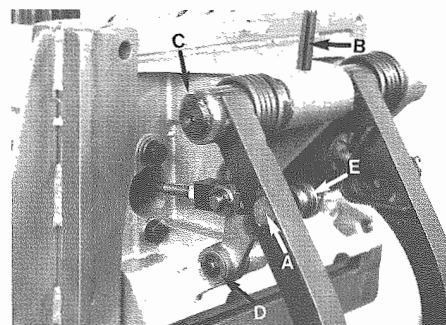

Fig. 2 - A - Perno - Pin
- Togliere la copiglia E ed estrarre il perno A sul pedale (**Fig. 2**).
- Estrarre la spina elastica B (**Fig. 2**).
- Rimuovere l'anello Seeger C e la rondella ed estrarre il pedale (**Fig. 2**).
- Smontare il leveraggio comando D (**Fig. 2**). Controllare lo stato della boccia a rulli.
- Remove clip E and take out pin A on pedal (**Fig. 2**).
- Remove spring pin B (**Fig. 2**).
- Remove circlip C and washer and take out pedal (**Fig. 2**).
- Disassemble control linkage D (**Fig. 2**). Check conditions of roller bush.
- Estrarre la spina elastica B (Fig. 2).
- Rimuovere ed espellere parzialmente il perno principale verso sinistra (Fig. 2). Smontare il pedale.
- Take out spring pin B (Fig. 2).
- Remove and partially take out the main pin towards left (Fig. 2). Remove pedal.